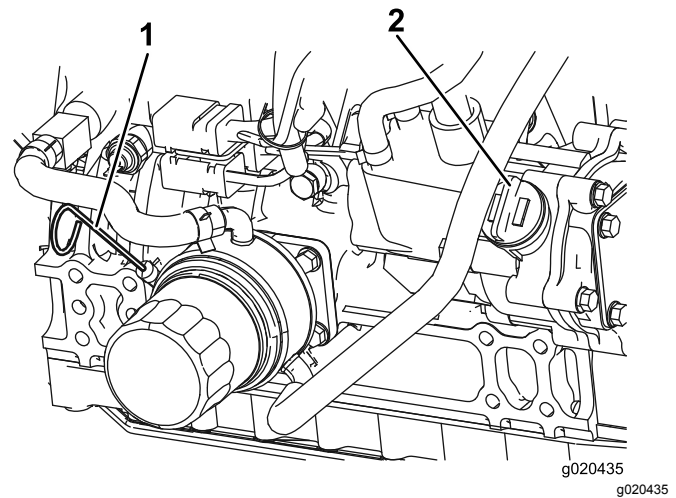

Figura 59
3. Retire la varilla, límpiela, vuelva a colocarla en el tubo y retírela de nuevo. El nivel de aceite debe estar entre las marcas "Lleno" y "añadir" (Figura 59).
4. Si el nivel de aceite es bajo, retire el tapón de llenado (Figura 59) y añada suficiente aceite para que llegue entre las marcas "Lleno" y "añadir". **No llene demasiado.**